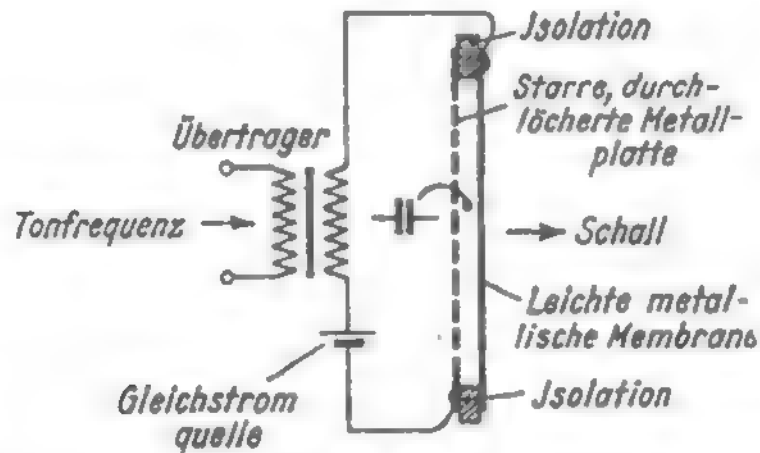

Bild 23. Schema und Anschaltung eines Kondensator-Lautsprechers
**Elektrostatische Lautsprecher.** Zur bevorzugten Abstrahlung hoher Frequenzen verwendet man manchmal elektrostatische Systeme. Sie geben die Tiefen nicht gut wieder. Ihr Wirkungsgrad ist gering. Der elektrostatische Lautsprecher beruht auf dem Kondensatorprinzip. Den schematischen Aufbau veranschaulicht Bild 23. In geringem Abstand von